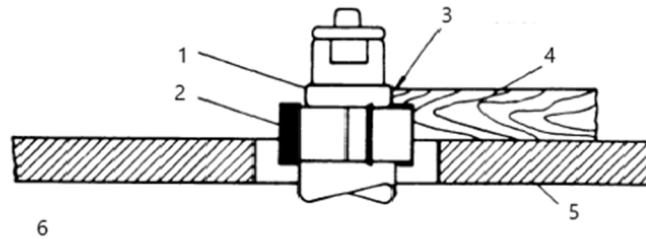

Figura 5
4. La figura 5 illustra una superficie di appoggio sufficiente.